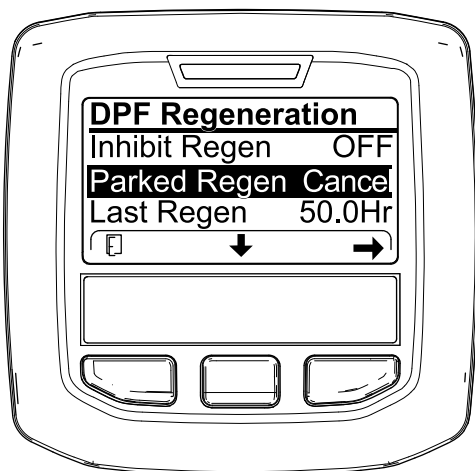
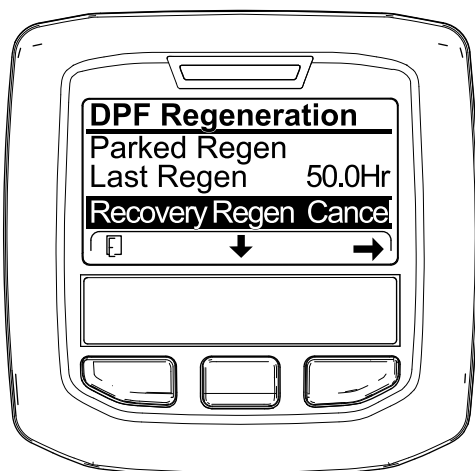

Figure 98
Figure 99
1. Ouvrez le menu DPF Regeneration (régénération du FAP) (Figure 98).
2. Appuyez sur le bouton central pour naviguer jusqu'à l'option PARKED REGEN CANCEL (Figure 98) ou RECOVERY REGEN CANCEL (Figure 99).
3. Appuyez sur le bouton droit pour sélectionner l'option Regen Cancel (annulation de régénération) (Figure 98 ou Figure 99).